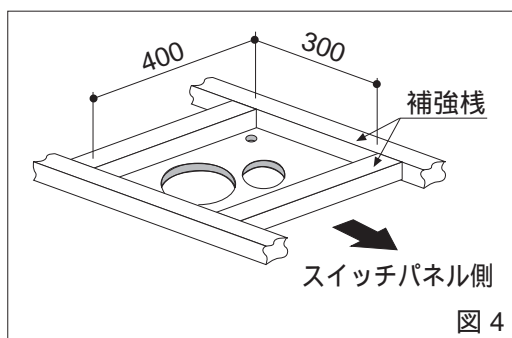

図 4
(1) 天井面の本体を取付ける位置に左図のように穴をあけてください。
(2) 穴部周辺を補強棧で補強してください。(図4)